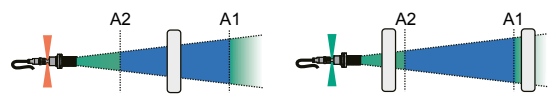

Рис. 18. Режим окна NC
Выходной сигнал датчика размыкается, когда расстояние до объекта (S) находится в пределах заданного диапазона. Принцип работы указан на рис. 18. Когда объект находится вне диапазона, выход замкнут.